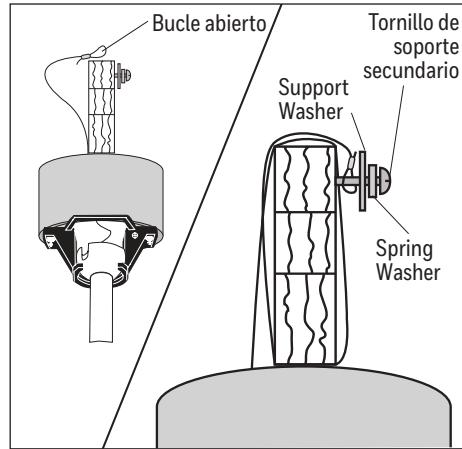

Figura 4.2
- Importante:** el cable trenzado debe formar un círculo completo alrededor del soporte para asegurar el ventilador (Figura 4.2).